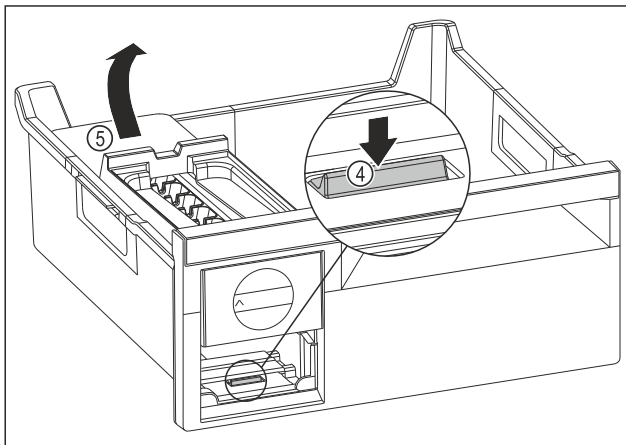

Fig. 143
- EasyTwist-Ice-Korpus entnehmen: Lasche Fig. 143 (4) mit Finger nach unten drücken und gleichzeitig mit der anderen Hand den EasyTwist-Ice-Korpus Fig. 143 (5) von hinten anheben.